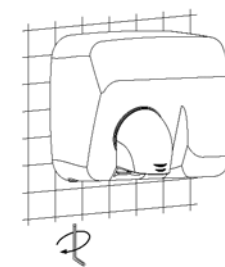

Рис. 10
- Повернуть винты против часовой стрелки (CCW) с помощью прилагаемого специального гаечного ключа (см. рис. 10).